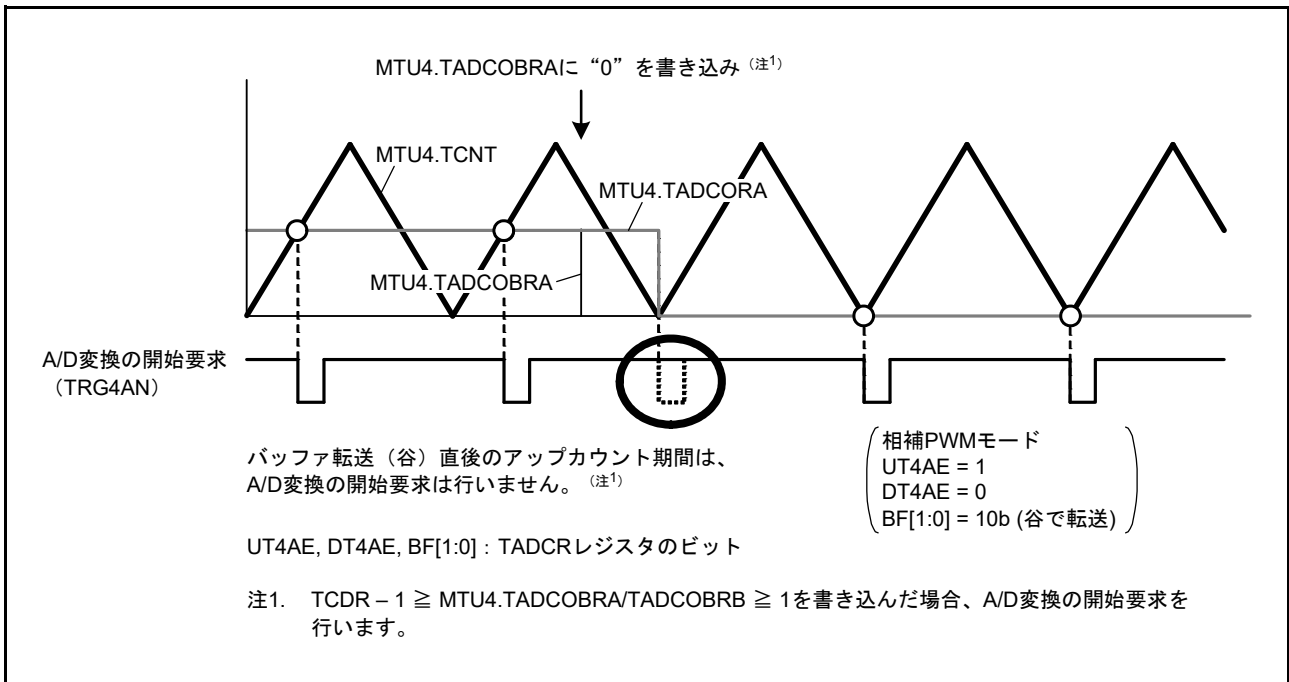

図 22.152 MTU4.TADCOBRA に“0”を書き込んだときの A/D 変換の開始要求 (MTU4)
- MTU4.TADCOBRA、MTU4.TADCOBRB (MTU7.TADCOBRA, MTU7.TADCOBRB) レジスタに“0”、かつ、MTU4.TADCR (MTU7.TADCR) レジスタの UT4AE、UT4BE (UT7AE, UT7BE) ビットに“1”を設定して、MTU4.TCNT (MTU7.TCNT) カウンタの谷でバッファ転送したとき、転送直後のアップカウント期間については A/D 変換の開始要求を行いません (図 22.152)。